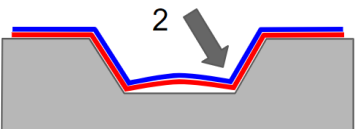

Fig.4
4) Repita el mismo procedimiento de aplicación a la segunda ondulación, tal y como se muestra arriba. *Fig.4*